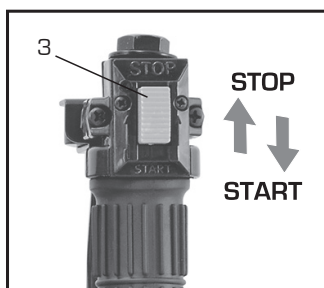

Figura 1
- 1.** Coloque en interruptor de encendido (3) en la posición encendido "START". (Figura 1 - página 8).